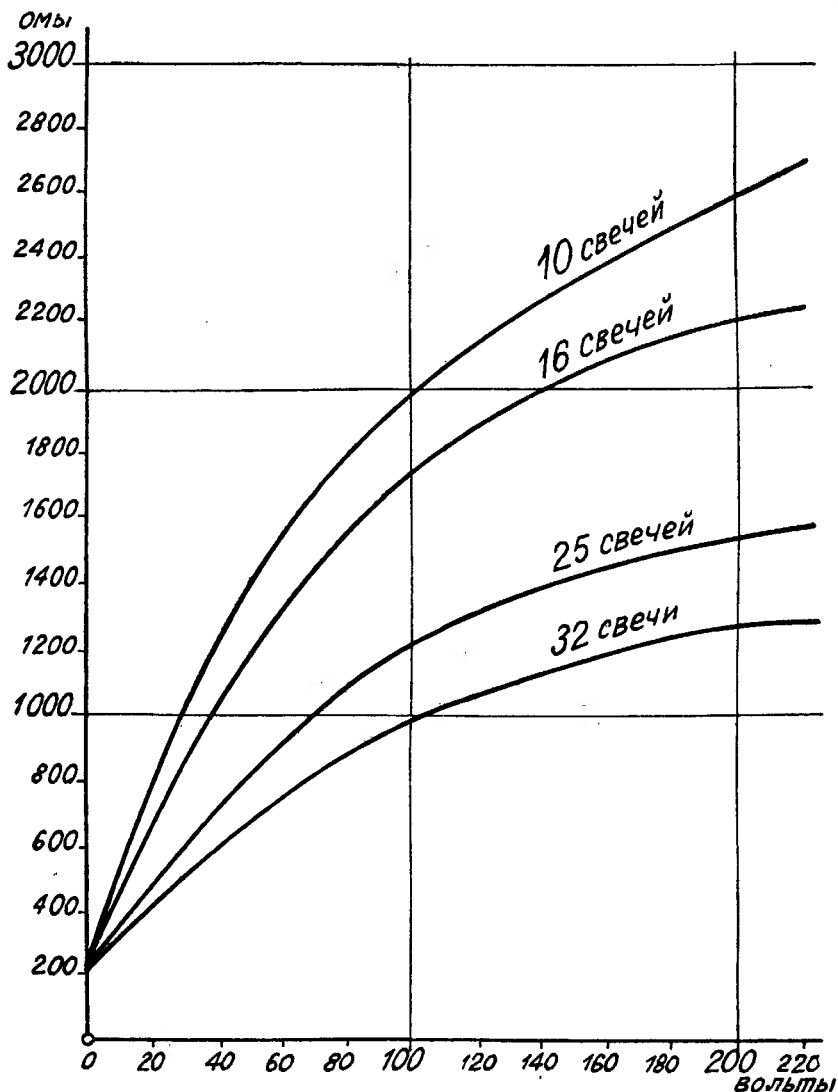

Рис. 6.
Между тем нити экономических ламп изменяют свое сопротивление, и лампы, предназначенные для нормального напряжения 220 в. будут иметь при 110 в. только 80% своего нормального сопротивления, а в холодном состоянии их сопротивление составляет только 10% от нормального (см. рис. 6). Поэтому напряжение e_2 , подсчитанное по формуле (1), будет отличаться от действительного, так как лампа L_2 фактически находится в делителе под напряжением, меньшим 220 в. Разница между e_2 и действительным напряжением e_2' будет возрастать по мере увеличения светосилы ламп, применяемых в делителе. Если теперь присоединить к точкам Б и В делителя приемник, то в точке Б ток будет разветвляться, и часть его потечет помимо лампы L_2 через приемник. Вследствие этого напряжение между точками Б и В упадет, и разница между e_2 и напряжением на анодах—ламп Микро, которое обозначим e_2'' , будет тем больше, чем больше ламп Микро будет иметь приемник. Не приводя сложных вычислений